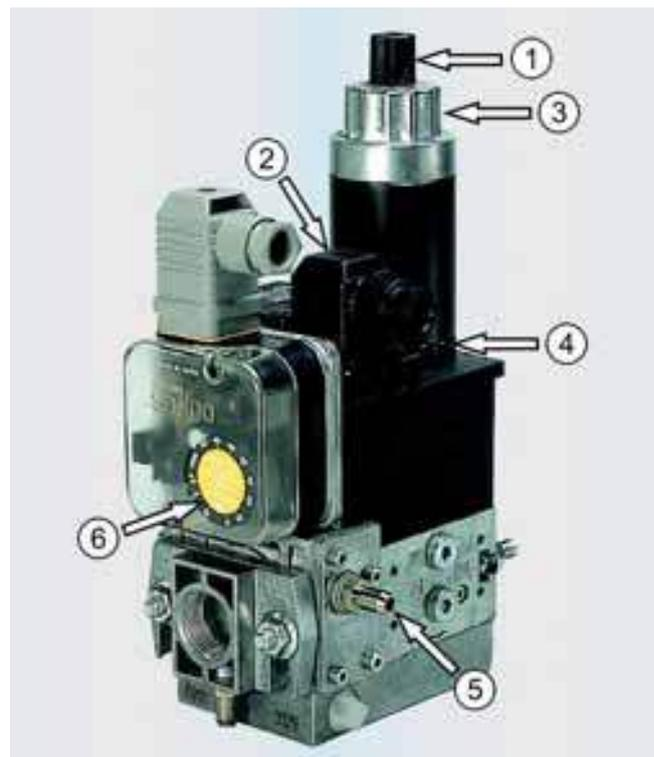

Рис. 2: Газокомпактная арматура
Описание к Рис. 2:
- Давление газа (Давление в форсунке) - винт регулятора давления газа ② (рис. 2 и 3)
- Объём газа 2-ой ступени - на настройке клапана ③ (рис. 2 и 3)
- Объём газа, ступень 1 - на настроечном колесе магнитного клапана ступень 1 ④ (рис. 2 и 3)
- Пусковой объём газа – регулировочным винтом вентиля 1 ① (рис. 2 и 3)